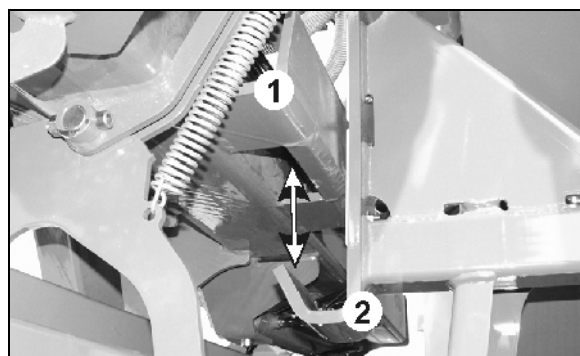

Bild 112
- Fäll in sidosektionerna (Bild 112/1) till transportspärrhakarna.
- Sidosektionerna (Bild 112/1) sänker sig ner i transportspärrarna (Bild 112/2).
- Sidosektionerna (Bild 112/1) sänker sig ner i transportspärren (Bild 112/2).